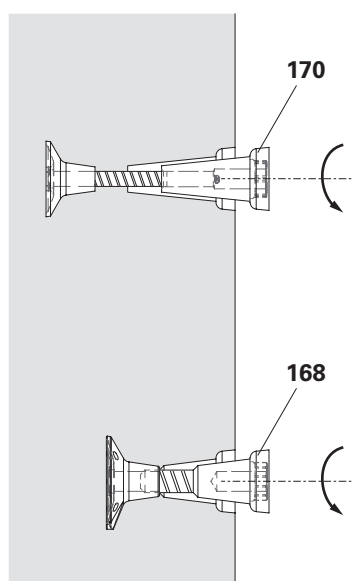

Fig. D2.08
1. Allentare il cono con la chiave ad anello AF 46 e svitarlo completamente. (Fig. D2.08)